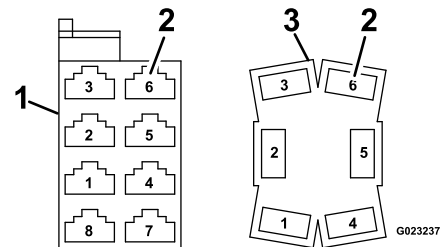

Figura 16
- Respetando el orden de los cables, introduzca los cables en el conector nuevo (Figura 16).